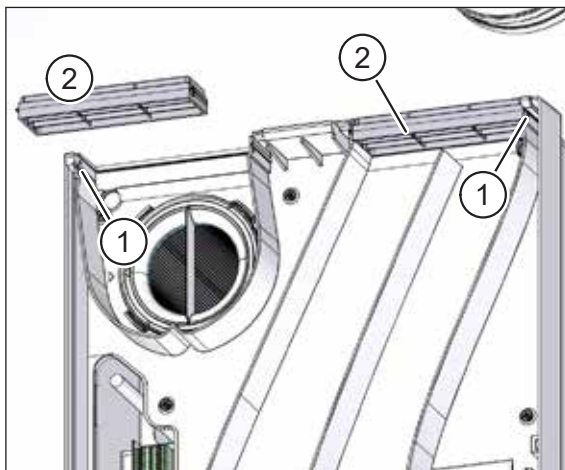

Abb. 45: Luftgitter entfernen
- ▶ Drücken Sie die beiden Nasen (Pos. 1 in Abb. 45) vorsichtig nach außen und ziehen Sie die beiden Luftgitter (Pos. 2 in Abb. 45) nach vorne heraus.
- ▶ Entfernen Sie die Luftgitter (siehe Beschreibung und Abb. 45 in Abschnitt 11.6.4 auf Seite 39).